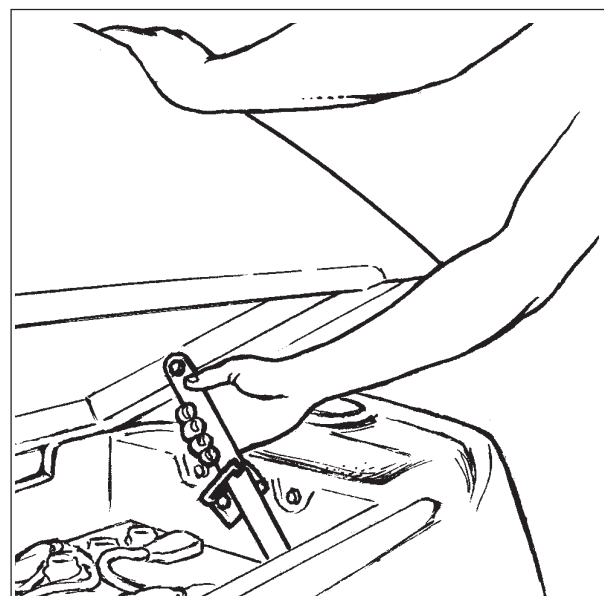

Figure 13B
**REMARQUE :** Il existe une position intermédiaire pour maintenir le réservoir de récupération ouvert afin de pouvoir recharger les batteries. Voir figure 13B.
Pour placer le réservoir en position intermédiaire, tirez sur le bras de verrouillage tout en soulevant le réservoir jusqu'à ce qu'il glisse dans l'encoche du bras. En même temps que vous tirez sur le bras de verrouillage, abaissez lentement le réservoir en vous assurant qu'il se trouve bien verrouillé en place. Voir figure 13B. Pour relâcher le bras de verrouillage, basculez légèrement le réservoir de récupération tout en appuyant sur le bras de verrouillage puis abaissez le réservoir lentement.